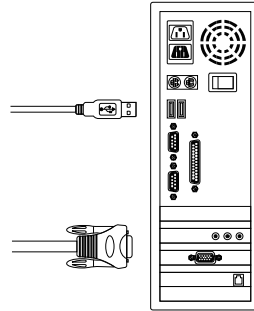

Рис. 8. Передняя панель KVM-440
- C. Подключите только коннекторы USB и VGA к компьютерам (Рис. 8)